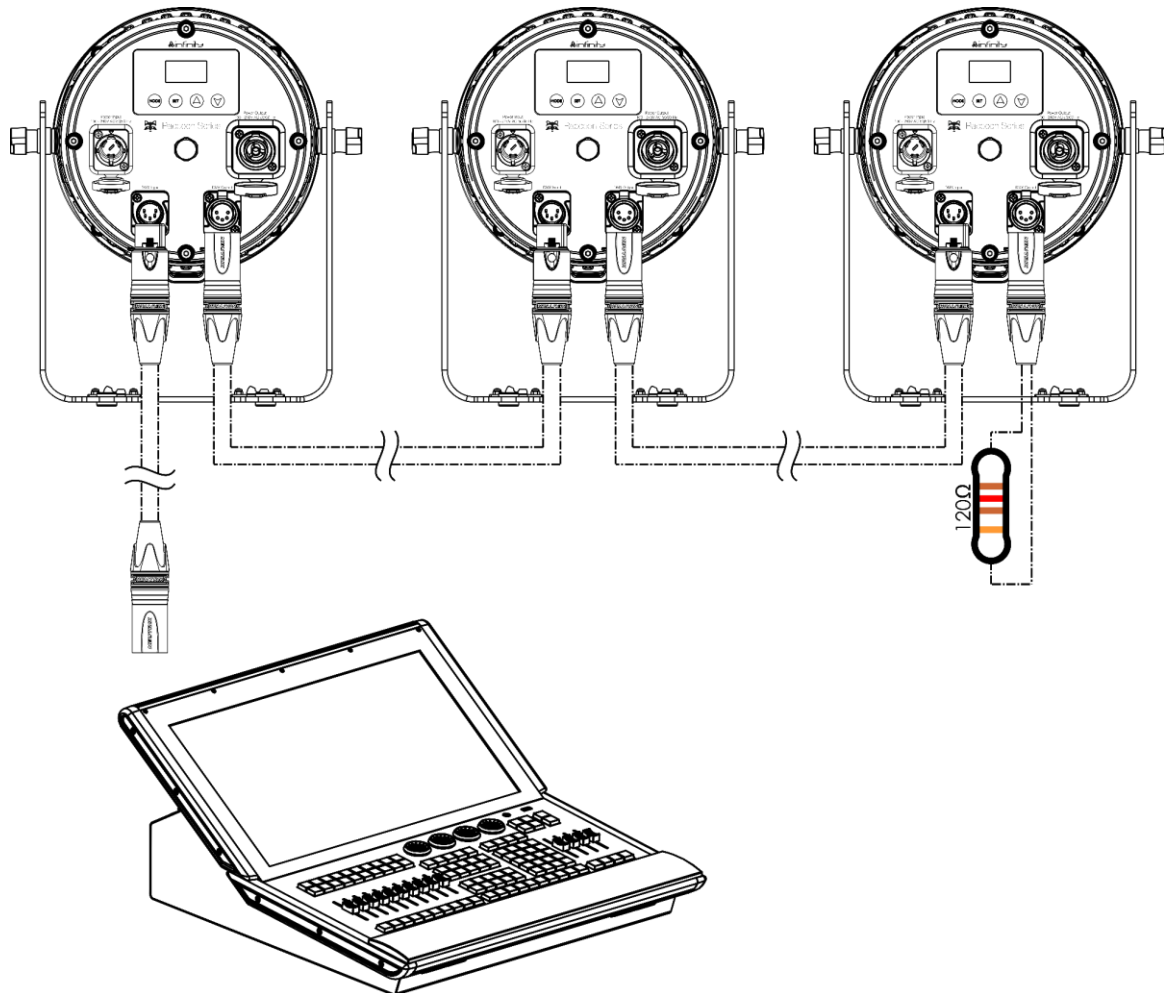

Fig. 17
- 03) Repita el paso 2 para todos los dispositivos de la conexión en cadena como se indica en la Fig. 17.